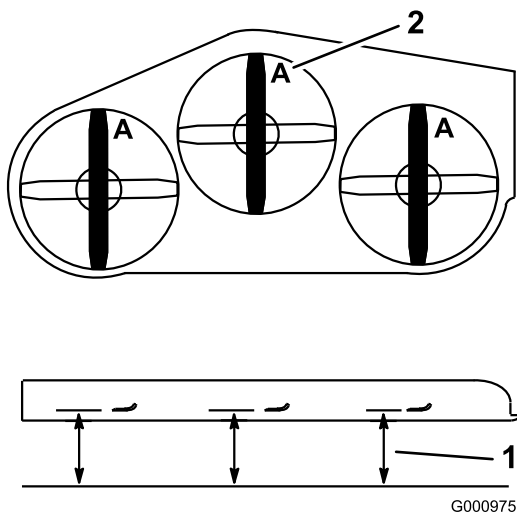

Figura 82
3. Gire las cuchillas hasta que los extremos estén orientados hacia adelante y hacia atrás (Figura 82).
4. Mida desde una superficie nivelada hasta el filo de corte, posición **A**, de las cuchillas (Figura 82).